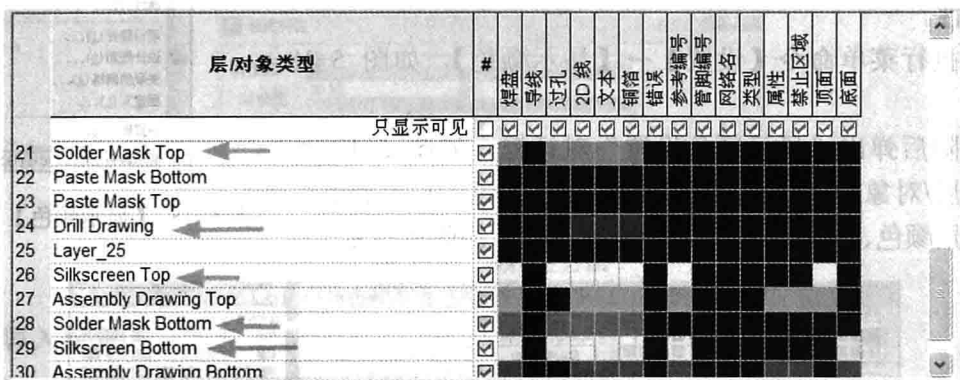

图 5-21 颜色设置
(3) 在颜色设置中用户还需要对 Drill Drawing、Silkscreen Top、Silkscreen Bottom、Solder Mask Top 和 Solder Mask Bottom 进行设置, 如图 5-21 所示。